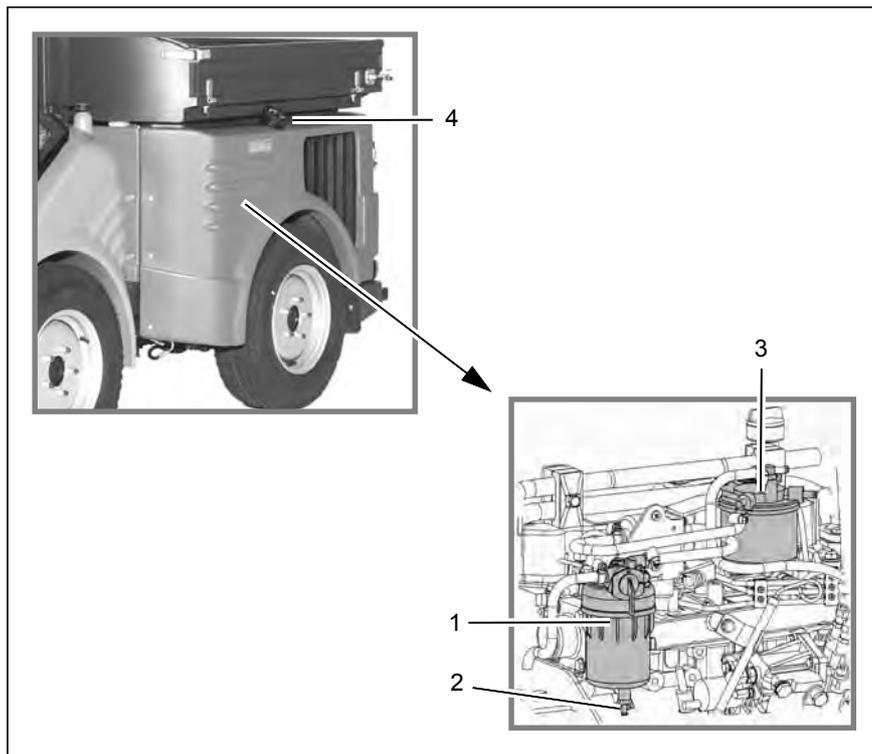

Fig. 45
Le réservoir de carburant est situé sur le côté arrière gauche. Ouvrir le bouchon (Fig. 45/4) et remplir de gazole DIN 51601 . Contenance du réservoir : env. 60 litres
Contrôler le séparateur d'eau toutes les semaines et faire s'en écouler l'eau de condensation (Fig. 45/1) si nécessaire.
3. Ouvrir le bouchon de vidange (Fig. 45/2) et collecter l'eau de condensation.
Changer le filtre (Fig. 45/3) toutes les 500 heures de service.
2. Dévisser le filtre (Fig. 45/3) et le collecter avec le gazole dans un récipient approprié.